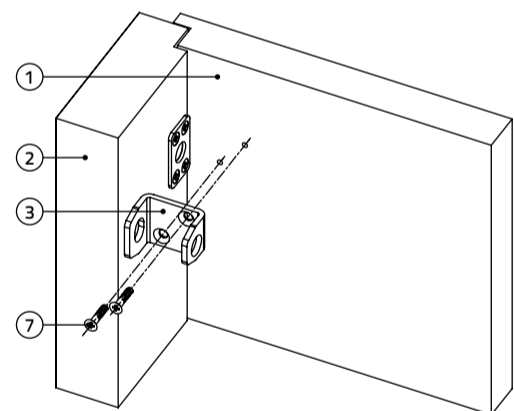

Bild 5
Wenn Sie die Grundplatte (3) am Tür-(Tor-)Flügel (1) mithilfe von Schrauben ϕ 6 mm (7) befestigen, legen Sie dann an den Tür-(Tor-)Flügel (1) die Grundplatte (3) an und befestigen Sie sie mit zwei Schrauben ϕ 6 mm (7) - siehe Bild 5 in dieser Anleitung. Schrauben ϕ 6 mm (7) sind nicht in der Packung enthalten, ihre Länge wählen Sie gemäß der Stärke der Tür-(Tor-)Flügel (1). Wenn Sie die Grundplatte (3) am Tür-(Tor-)Flügel (1) mithilfe von Schrauben M8 (8) befestigen, legen Sie dann an den Tür-(Tor-)Flügel (1) die Grundplatte (3) an und stecken Sie die Schrauben M8 (8) durch die Grundplatte (3) und den Tür-(Tor-)Flügel (1). Setzen Sie von der Innenseite der Tür (des Tors) (1) Unterlegscheiben (5) auf die hervorstehenden Schrauben und verschrauben Sie mit Muttern M8 (9) - siehe Bild 5 in der Montageanleitung für einflügelige Tore mit Metall-Seitenpfosten. Kürzen Sie die Schrauben M8 (8), falls nötig. Die Grundplatte (3) kann an metallenen Tür-(Tor-)Flügeln (1) auch angeschweißt werden.